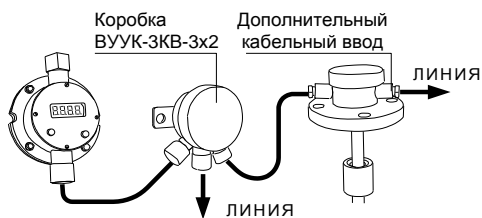

Рисунок 3
- «внешней» системе измерительной СЕНС. При этом, для соединения линии питания-связи систем используются дополнительный кабельный ввод преобразователя или коробка ВУУК (рисунок 3). Питание преобразователей – от внешней линии питания-связи, сигнализатора – от встроенной батареи;